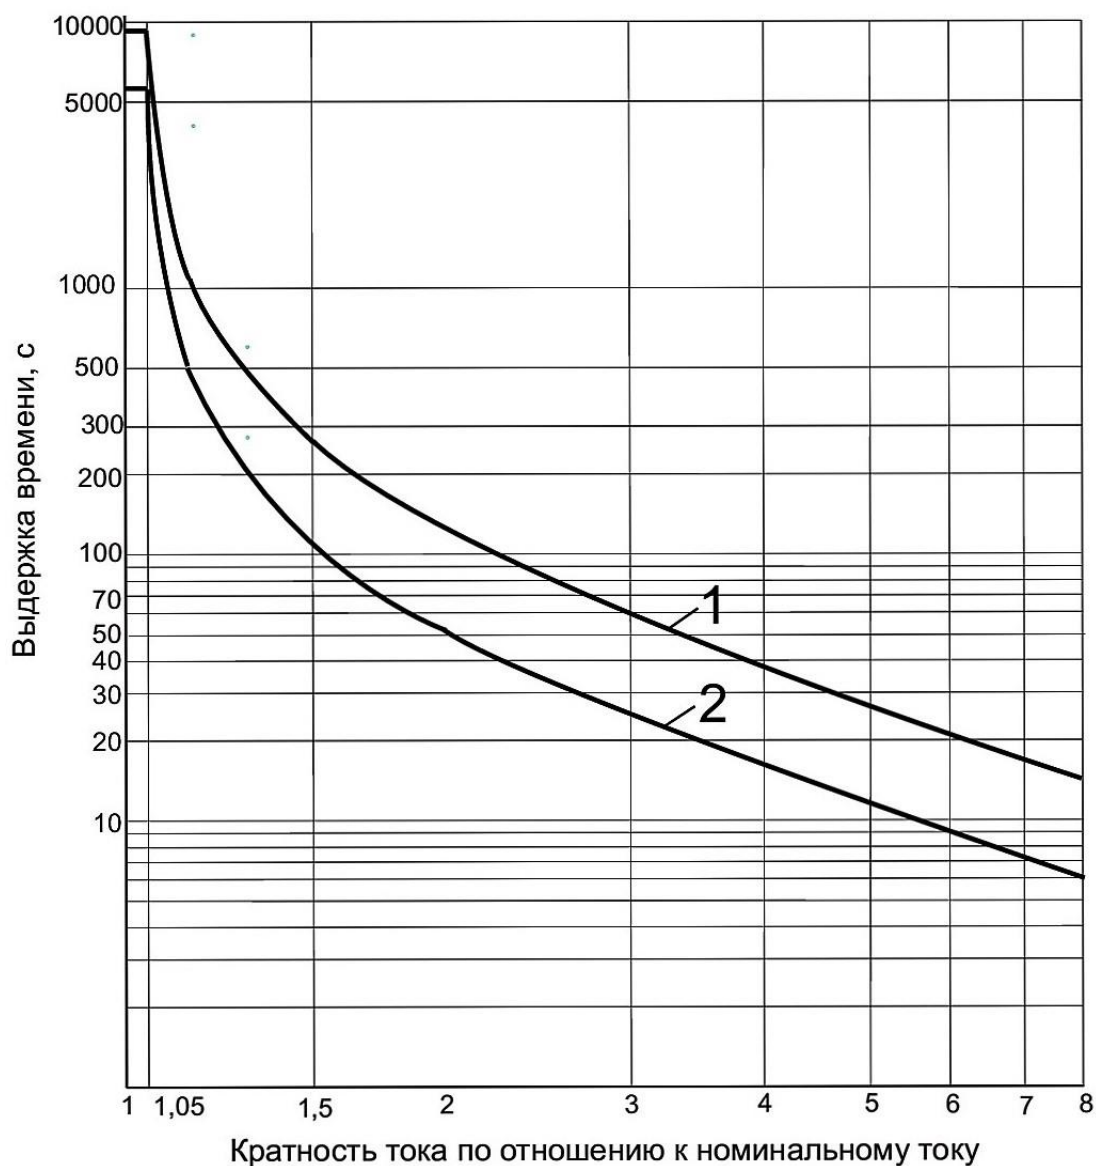

Рис. 2.1 Номинальные время-токовые характеристики реле РЕЗЕ-6М:
- при перегрузке двигателя по току	в соответствии с время-токовой характеристикой реле (рис. 2.1);
1. Тепловой параметр А представляет собой уменьшенную в десять раз постоянную времени нагрева двигателя. Он служит для автоматического выбора уставки выдержки времени реле в пределах значений, ограниченных время-токовыми характеристиками 1 и 2 (см. рис. 2.1), в зависимости от теплового состояния двигателя при перегрузке.